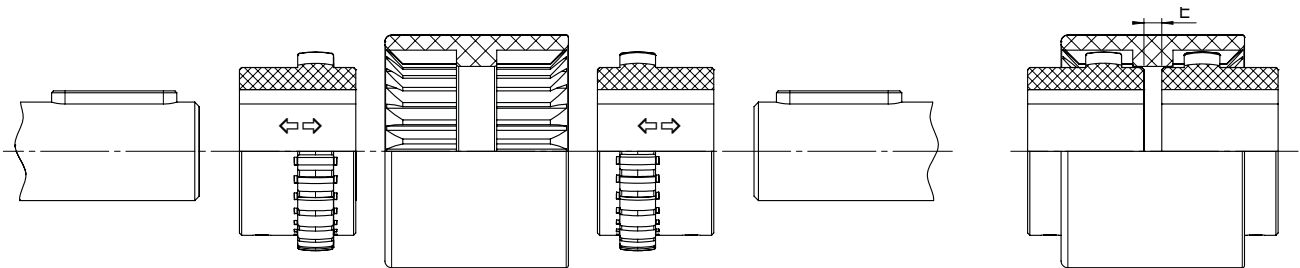

Figura 4-6 – Giunto Sitex® Nylex esecuzione C - montaggio
- Avvicinare motore e utilizzatore fino all'ottenimento della quota E (vedi FIGURA 4-6 e TABELLA 4.3)